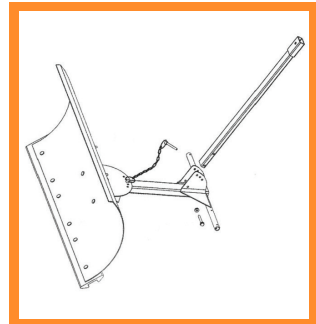

Bild . 5
6. Um den Schaufelkopf auf den gewünschten Winkel und die gewünschte Höhe einzustellen, verwenden Sie den Sicherungsschlüssel mit Kette (Bild H). Um den gewünschten Winkel zu erzeugen, stecken Sie das Metalldübelende der Kette in eines der vorgebohrten Löcher auf dem Kreisprofil (Teil B), das am Schaufelkopf (Teil A) befestigt ist. Stecken Sie dann den großen Sicherungsschlüssel in das gewünschte Loch an der Basis des Griffs, um die ideale Arbeitshöhe zu erreichen. Vergewissern Sie sich, dass der Verriegelungsschlüssel in der gewünschten Position eingerastet ist (Bild 5).